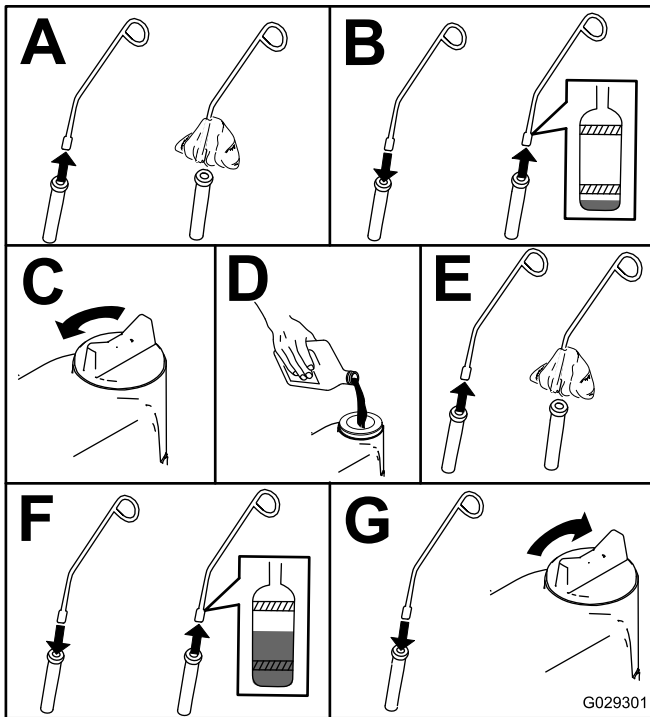

Figura 44
5. Verificai nivelul de ulei i adăugai ulei dacă este necesar (Figura 44).